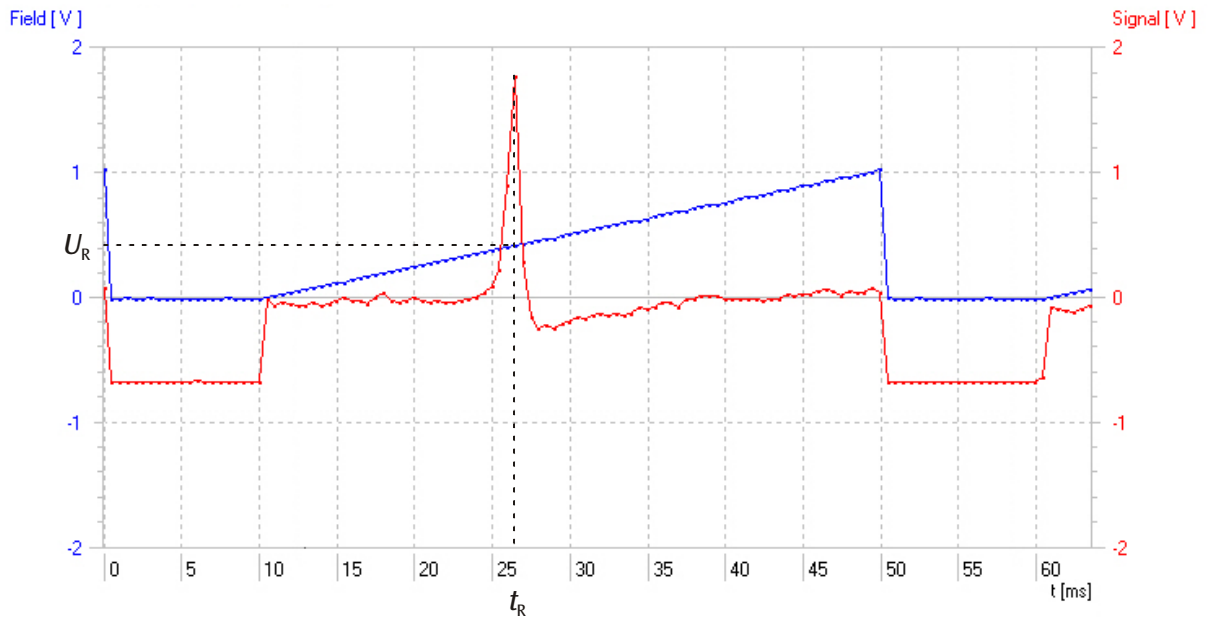

Fig. 6 Curso de la señal con 40 MHz (rojo: señal de la absorción como función de tiempo, azul: tensión de bobina como una función de tiempo)
- Se anotan la tensión de resonancia de la bobina U_R y la correspondiente frecuencia de resonancia ν_R (ver Fig. 6).